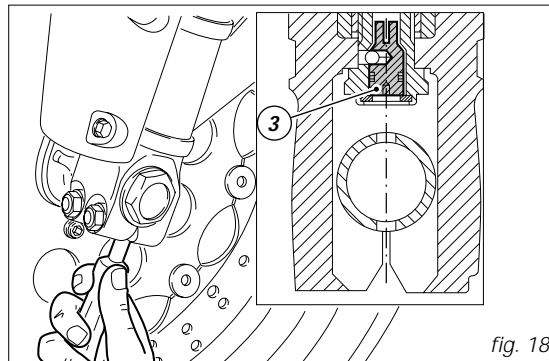

fig. 18
- 3) (fig. 18) per modificare il freno idraulico in compressione.